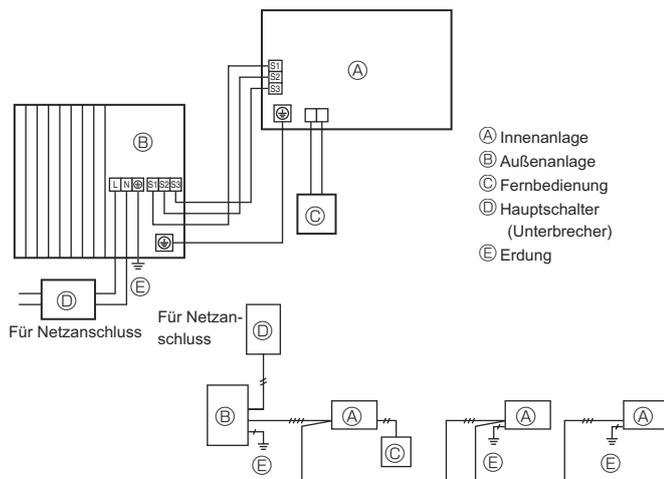
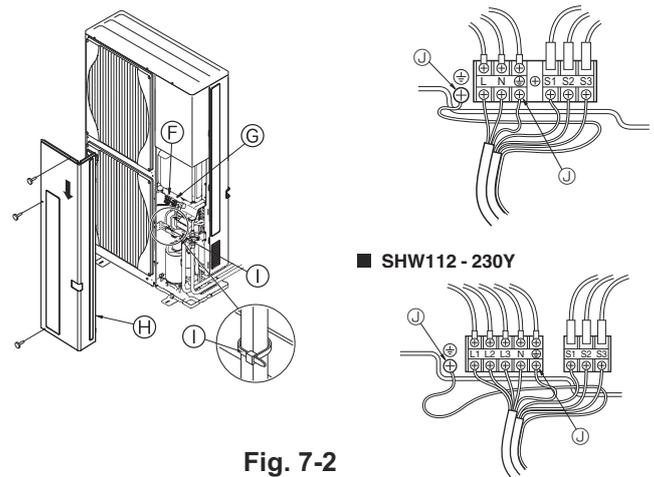

Fig. 7-1
Fig. 7-2
7.1. Außenanlage (Fig. 7-1, Fig. 7-2)
- Die Kabel gemäß der Fig. 7-1 und der Fig. 7-2 verdrahten.